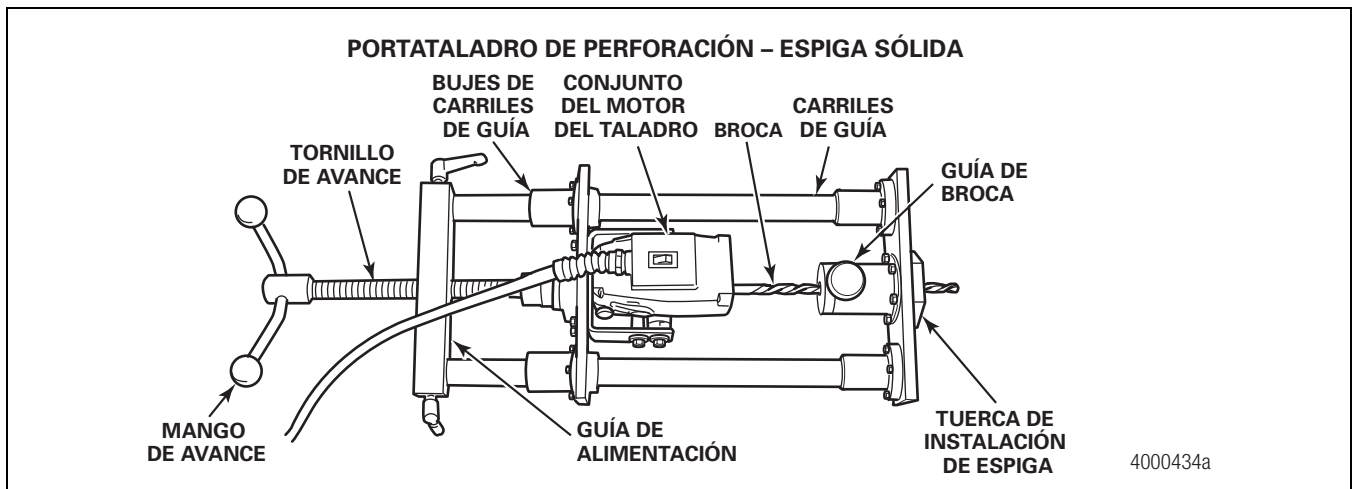

Figura 2.29
5. Coloque al taladro una broca de 12 x 7/16 pulgadas de diámetro. Figura 2.29.